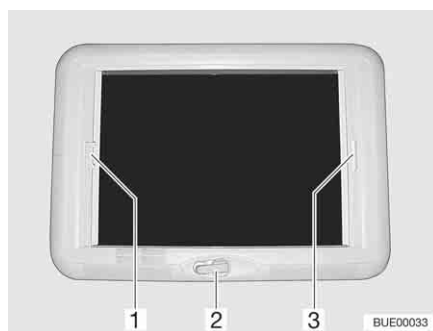

Fig. 116 Oblò a manovella
- Ruotare la manovella (Fig. 116,2) fino a quando non si incontra resistenza.
- Tirare la tendina oscurante pieghevole per la maniglia (Fig. 116,3) e rilasciarla alla posizione desiderata. La tendina oscurante pieghevole rimane in questa posizione.
- Tirare la protezione contro gli insetti per la maniglia (Fig. 116,1) verso la maniglia contrapposta della tendina oscurante pieghevole (Fig. 116,3) e farla innestare.
- Tirare la maniglia della protezione contro gli insetti (Fig. 116,1) dietro, verso l'alto, e sganciare la protezione contro gli insetti dalla tendina oscurante pieghevole (Fig. 116,3).